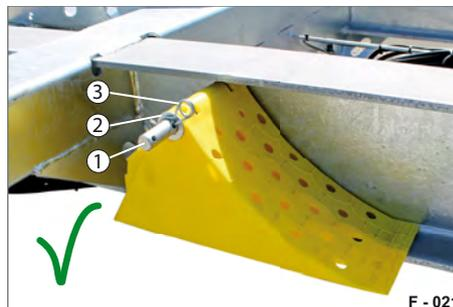

Abb. 36 Unterlegkeil gesichert
- ▶ Stecken Sie den Unterlegkeil auf den Haltebolzen (Abb. 36/1).
- ▶ Stecken Sie die Scheibe (Abb. 36/2) auf den Haltebolzen (Abb. 36/1).
- ▶ Stecken Sie den Federstecker (Abb. 36/3) in die Bohrung des Haltebolzens, so dass der Unterlegkeil fest sitzt.